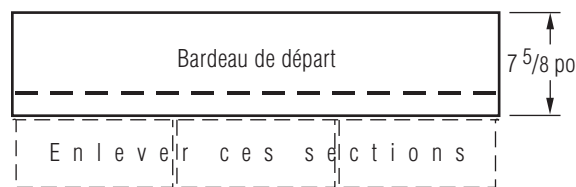

Figure 11-6 : Fabriquer des bardeaux de départ de 7 5/8 po (193 mm) de hauteur.
1. Utiliser des bardeaux de départ SwiftStart® ou des bardeaux autoadhésifs à trois jupes dont les jupes ont été enlevées. S'assurer que les bardeaux de départ sont larges d'au moins 7 5/8 po (193 mm) (*figure 11-6*).